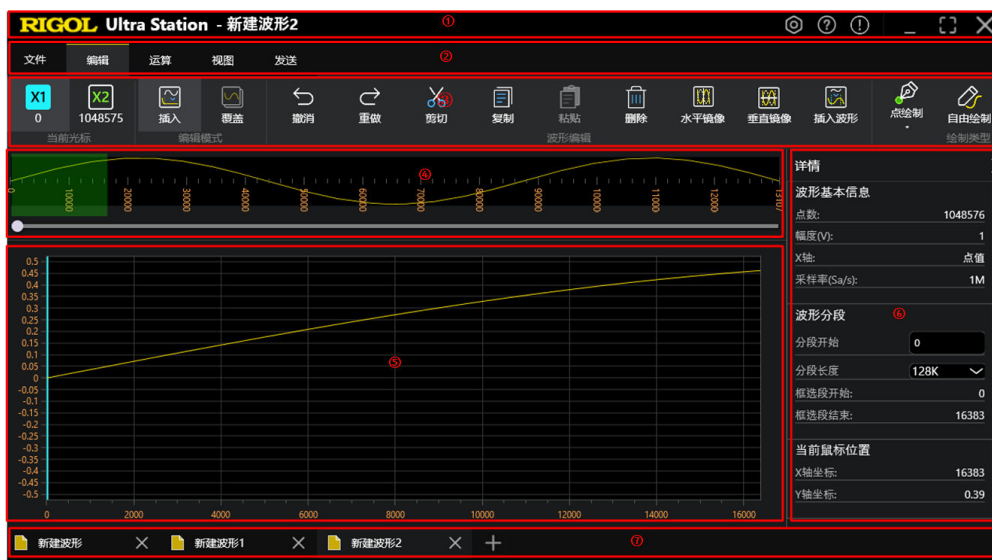

图 1.1 Ultra Station 软件主界面
1. 在 Ultra Station 的主界面 图 1.1，点击**文件**显示文件管理主界面。
1. 编辑波形后，在 Ultra Station 的主界面 图 1.1 点击 **文件** > **保存**。
1. 在 Ultra Station 的主界面 图 1.1，点击**文件** > **新建**，显示新建波形界面。